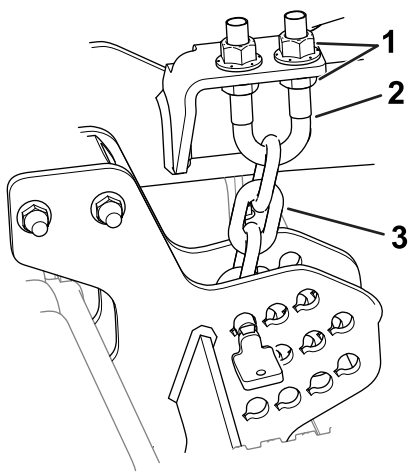

図 6
- 刈高チェーンのUボルトの下側についているジャムナットをゆるめる 図 6。
7. ブレード後端の高さが前端よりも 6-10 mm 高くなるように、ナット 図 6 でカッティングユニット後部の高さを調整する。